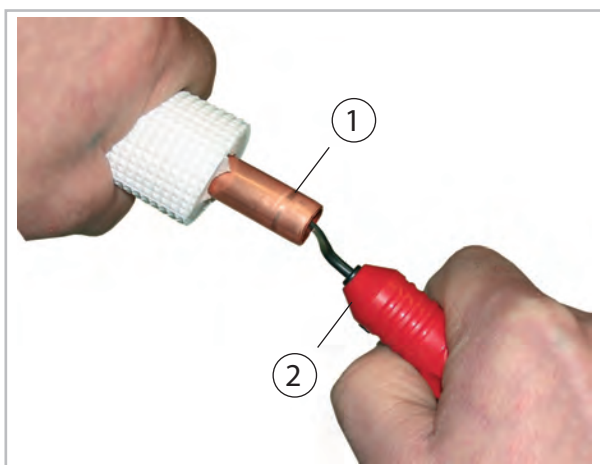
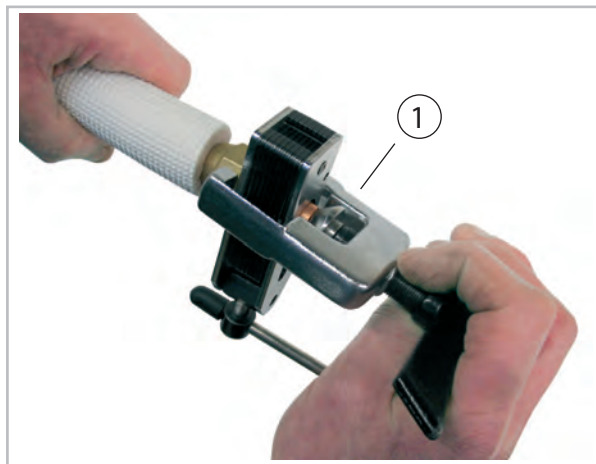

Abb. 11: Entgraten der Kältemittelleitung
Abb. 12: Bördeln der Kältemittelleitung
9. ➤ Bearbeiten Sie die verlegten Kältemittelleitungen wie im Folgenden dargestellt (Abb. 11 und Abb. 12).